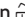

Abb. 47 Hintertür: Kindersicherung ein- / ausschalten
- Zum **Einschalten** die Sicherung mit dem Fahrzeugschlüssel in die Position  drehen » Abb. 47.